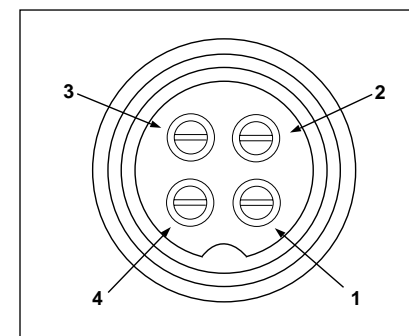

Figura 4. Números de pata de la clavija del micrófono, visto desde la parte trasero del receptáculo de las patas.
5. Ahora tiene que soldar los hilos metálicos a las patas, tal como se indica en las tablas de cableado. Si dispone de un tornillo de banco o herramienta de sujeción, utilícela para sostener el cuerpo del receptáculo de las patas durante la operación de soldado, para que pueda utilizar ambas manos en el soldado. Si no dispone de un tornillo de banco o herramienta de sujeción, el cuerpo del receptáculo de las patas puede mantenerse fijo introduciéndolo en el receptáculo del micrófono, localizado en el panel delantero. Los números de las patas de la clavija del micrófono se presentan en la figura 4, vistas desde la parte trasera de la clavija. Antes de soldar los hilos de conexión a las patas, estañe el receptáculo de cada pata de la clavija.